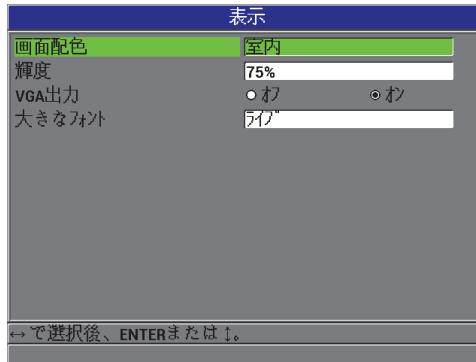

図 3-4 表示設定画面
2. 表示画面（63 ページ図 3-4 参照）で、希望のパラメータと以下のパラメータの値を選択します。